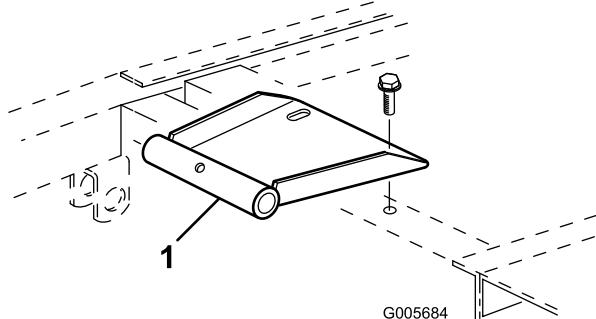

Figura 8
2. Monte el soporte pivotante del asiento en el bastidor con los 2 tornillos con arandela prensada suministrados en el kit (Figura 8).
- Monte el soporte pivotante del asiento en el bastidor con los 2 tornillos con arandela prensada suministrados en el kit (Figura 8).